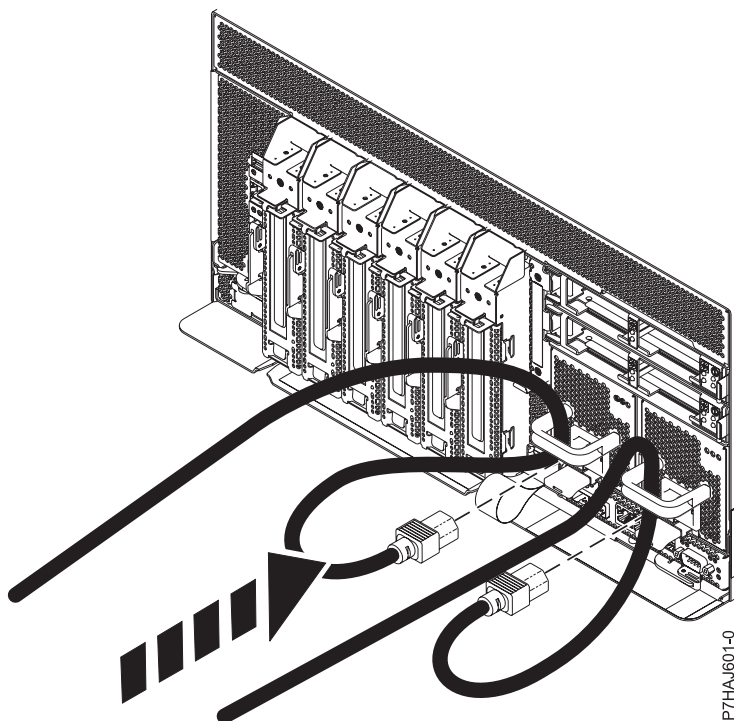

Figura 24. Connexió dels cables d'alimentació
2. Torneu a connectar el cable d'alimentació a la unitat del sistema tal com s'indica a Figura 24 a la pàgina 42. Assegureu-vos que els cables passin per les nanses.